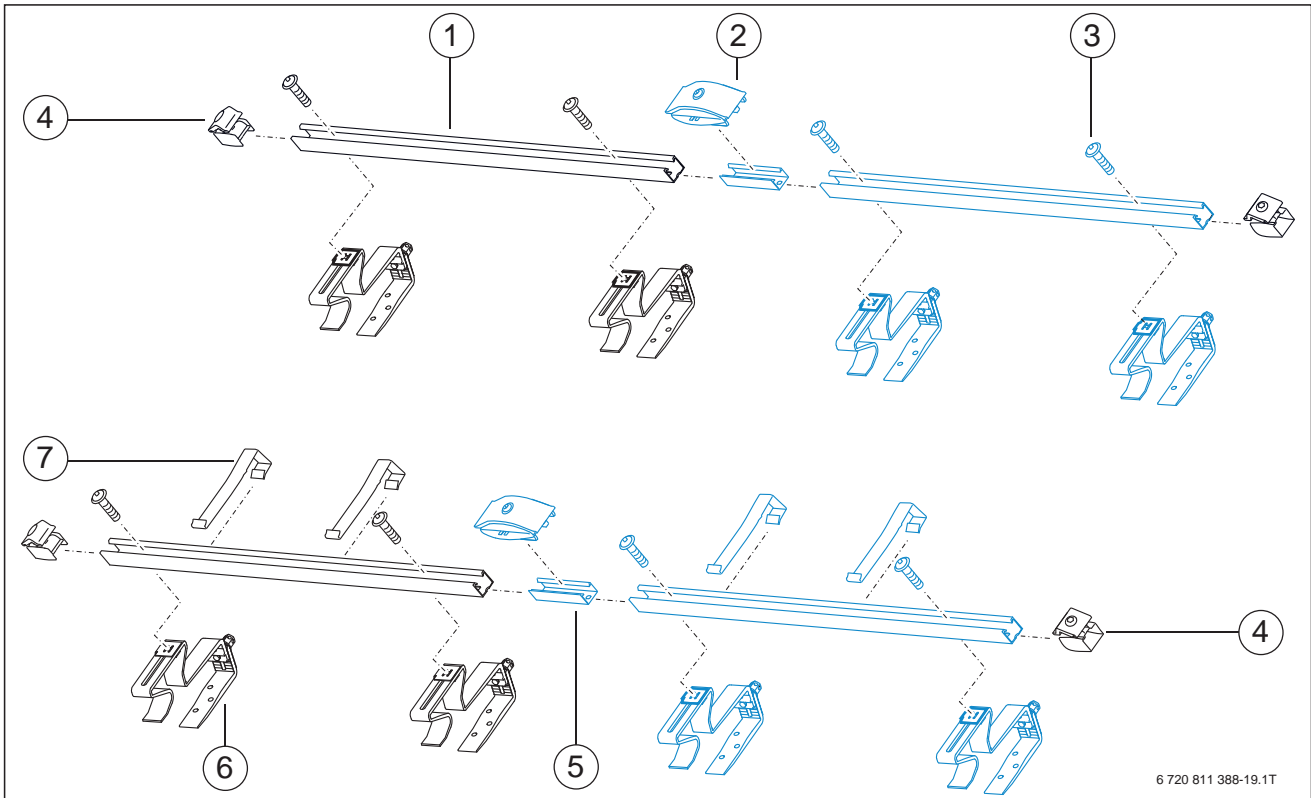
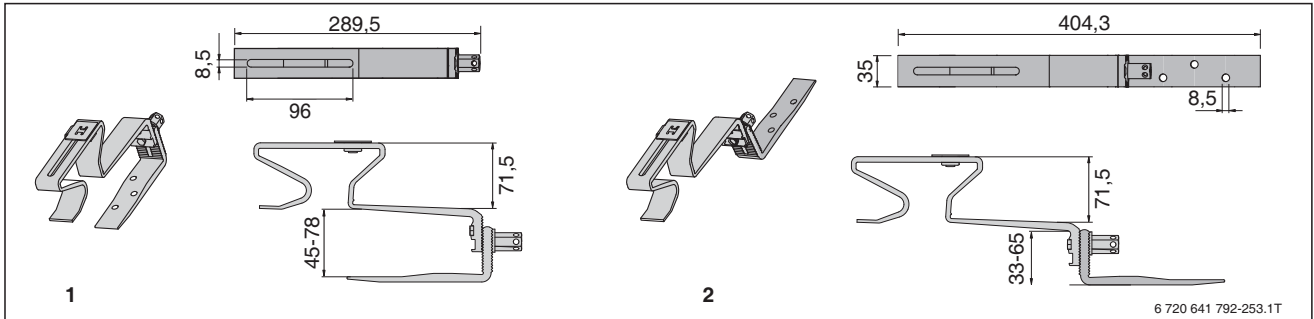
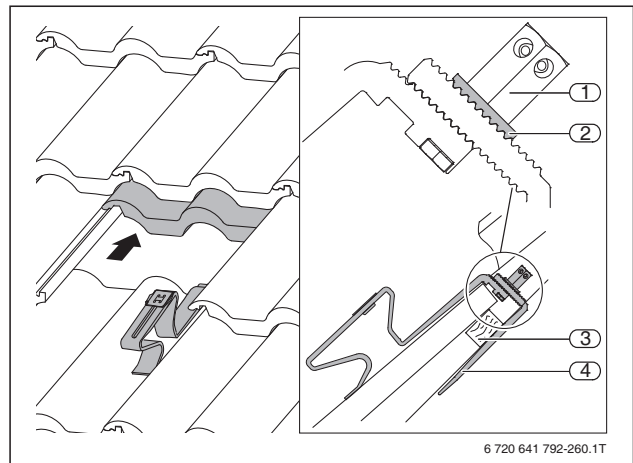
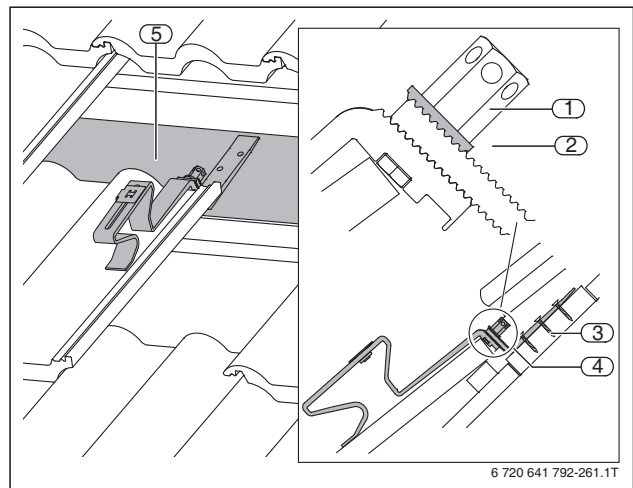

Bild 182 Aufdachmontage-Set für 2 Kollektoren auf Pfannen-/Ziegeldach: Grundset und Erweiterungsset (blau)
Bild 183 Dachanbindung Pfannen-, Ziegel-, Biberschwanz-Eindeckung (Maße in mm)
Bild 186 Eingehängter Dachhaken
Bild 187 Dachhaken auf Sparren verschraubt
Das Aufdachmontage-Set für Flachkollektoren Logasol SKN4.0, SKT1.0 und SKS5.0 besteht aus einem Grund-Set für den ersten Kollektor einer Kollektorreihe und einem Erweiterungs-Set für jeden weiteren Kollektor in derselben Kollektorreihe (→ Bild 182 auf Seite 158).
Das Erweiterungs-Set für Aufdachmontage ist nur in Verbindung mit einem Grund-Set verwendbar. Das Erweiterungs-Set enthält anstelle der einseitigen Kollektorspanner (→ Bild 182, [4]) sogenannte doppel-seitige Kollektorspanner (→ Bild 182, [2]) für die Festlegung des richtigen Abstands und die Fixierung von je 2 nebeneinanderliegenden Flachkollektoren Logasol SKN4.0, SKT1.0 oder SKS5.0.
Bild 182 zeigt exemplarisch die Aufdachmontage-Sets für 2 Flachkollektoren für Pfannen- und Ziegel-Eindeckung. Die Dachhaken (→ Bild 183 und 182, [6]) sind über die vorhandenen Dachlatten eingehängt (→ Bild 186) und mit den Profilschienen verschraubt. Alternativ zum Einhängen kann der Dachhaken auch auf einen Sparren oder eine Hartlage geschraubt werden (→ Bild 187). Hierzu wird das Unterteil des Dachhakens gedreht. Wenn eine zusätzliche Höheneinstellung erforderlich ist, kann der Dachhaken am Unterteil unterfüttert werden.
Bei der Planung einer Aufdachmontage auf einer Pfannen- und Ziegel-Eindeckung ist zu prüfen, ob die Maße nach Bild 182, Detail A, einzuhalten sind.
- ▶ Waagerechte Profilschienen wie bei der Pfannen- oder Ziegel-Eindeckung mit dem Dachhaken verschrauben (→ Bild 182).
- ▶ Waagerechte Profilschienen wie bei der Pfannen- oder Ziegel-Eindeckung mit den Sonderdachhaken verschrauben (→ Bild 182, Seite 158).
► Waagerechte Profilschienen wie bei der Pfannen- oder Ziegel-Eindeckung mit den Sonderdachhaken verschrauben (→ Bild 182, Seite 158).